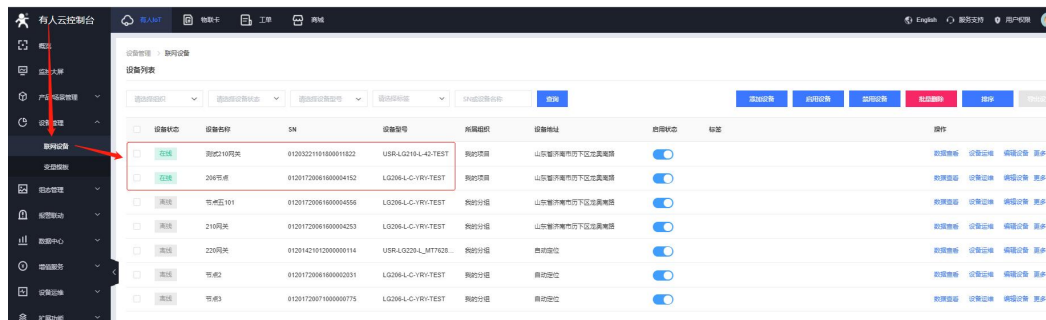

图 22 有人云平台设备上线示例
(1) 通过以上步骤，网关设备和节点设备重启之后，可在有人云平台看到均已成功上线，如“图 22” 有人云平台设备上线示例。